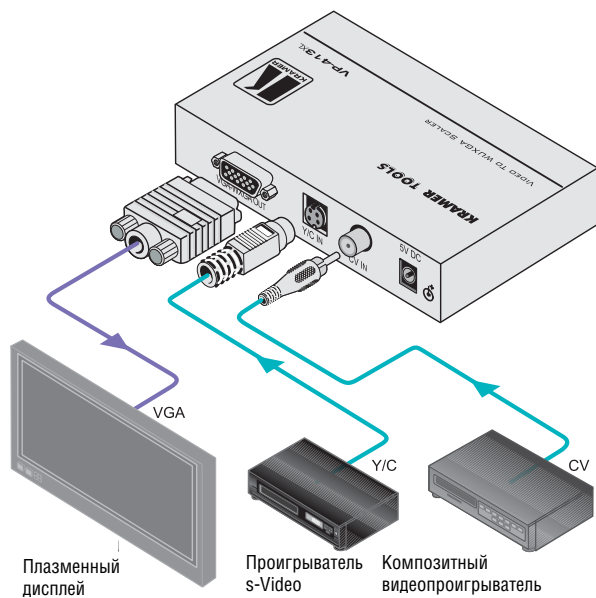

Рис. 5. Подсоединение VP-413x
Чтобы подсоединить **VP-413xl** в соответствии с примером, приведенном на рис. 5, действуйте в следующем порядке (предварительно отключив всю аппаратуру):
3. Подсоедините сетевой адаптер 5 В постоянного тока к розетке входа электропитания, а адаптер подсоедините к розетке электросети (на рис. 5 не показан).